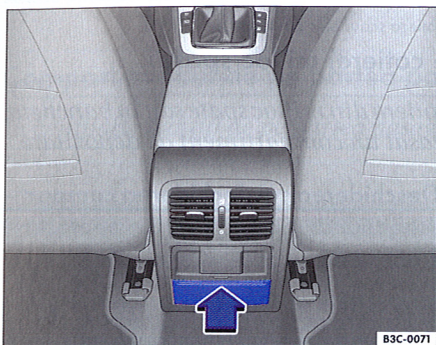

Fig. 83 Consola centrală spate: Deschiderea compartimentului de depozitare
- Pentru deschidere apăsați în sensul indicat de săgeată ⇒ fig. 83, pe capac.